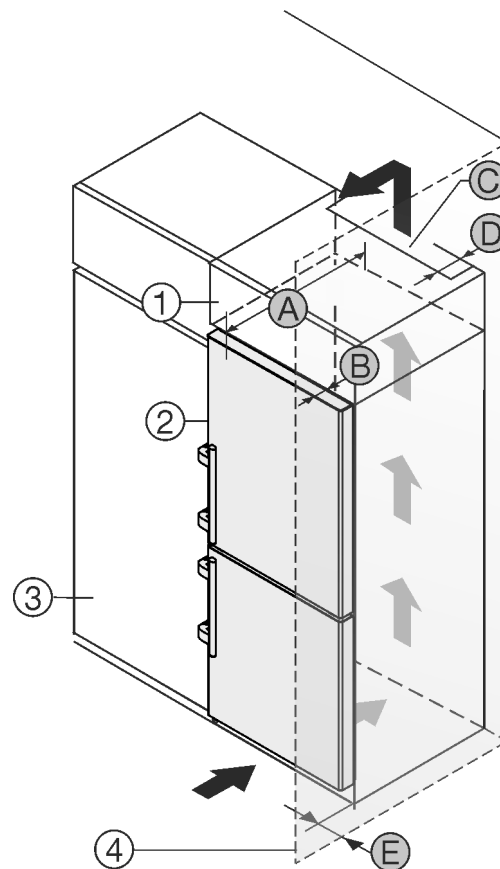

Fig. 2
- (1) Aufsatzschrank\*
- (2) Gerät\*
- (3) Küchenschrank\*
- (4) Wand\*
- (A) Gerätetiefe\*
- (B) Türtiefe\*
- (C) Belüftungsquerschnitt\*
- (D) Abstand Geräterückseite\*
- (E) Abstand zur Geräte-seite\*
Gerät direkt neben dem Küchenschrank Fig. 2 (3) aufstellen.\*
An der Rückseite des Aufsatzschrankes muss ein Abluftschacht mit der Tiefe Fig. 2 (D) über die gesamte Aufsatzschrankbreite vorhanden sein.\*
Unter der Raumdecke muss der Entlüftungsquerschnitt Fig. 2 (C) eingehalten werden.\*
Wenn das Gerät mit den Scharnieren neben einer Wand Fig. 2 (4) aufgestellt wird, muss der Abstand zwischen Gerät und Wand mindestens 57 mm (2.24 in) betragen. Dies entspricht dem Griffüberstand bei geöffneter Tür.\*
Um die Türe vollständig öffnen zu können, muss Gerät um die Türtiefe Fig. 2 (B) gegenüber der Küchenschrankfront vorstehen. Abhängig von der Tiefe der Küchenschränke Fig. 2 (3) und Verwendung von Wandabstandshaltern kann das Gerät weiter herausragen.\*